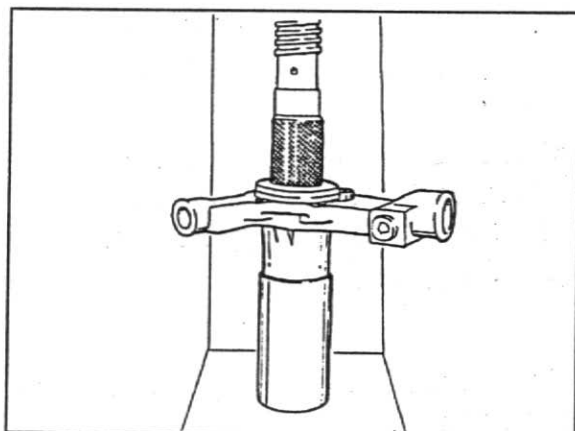

Fig. 18
6. Monte um vedador traseiro novo na carcaça da bomba com o auxílio de uma prensa e das ferramentas nº 81 30 417 e 81 30 420, fig.18.